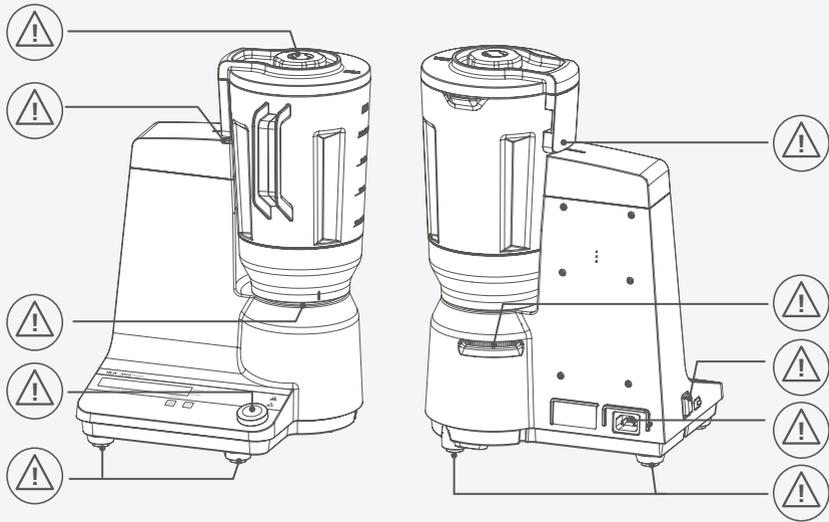
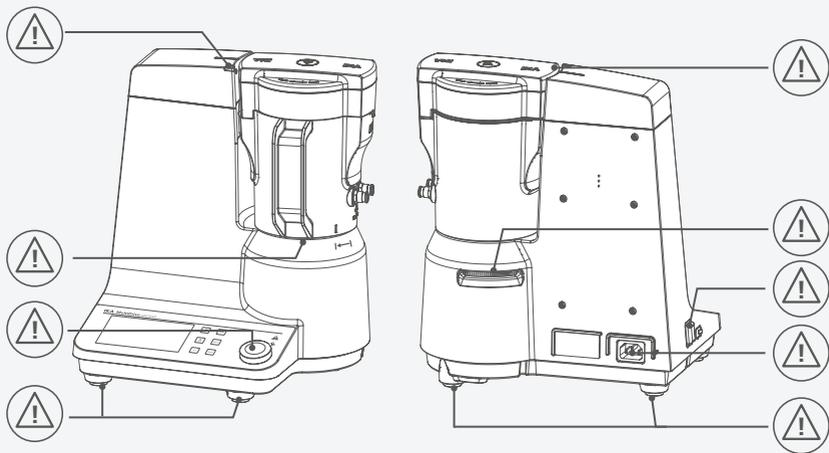

Fig. 1
Fig. 2
- > Preste atención a los puntos identificados en la Fig. 1 y Fig. 2.